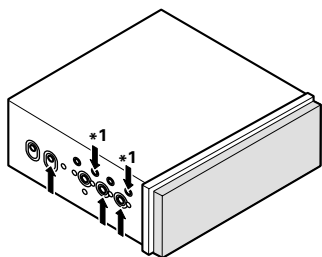
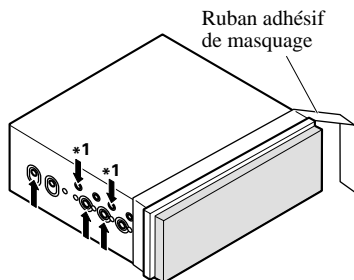
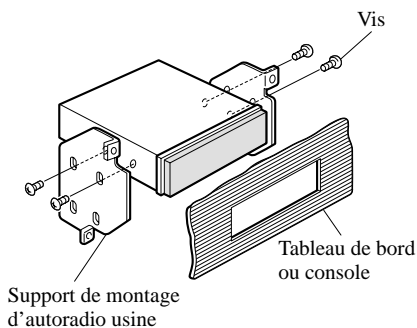

Fig. 13
Fig. 14
Fig. 15
- Fixation de l'appareil au support de montage d'autoradio pourvu par l'usine. (Fig. 13) (Fig. 14) (Fig. 15)